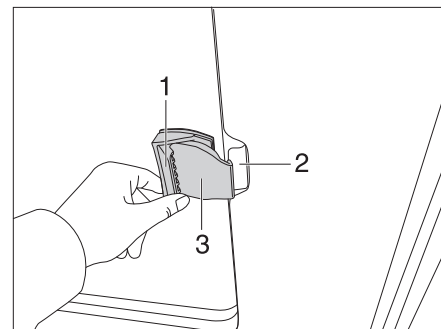

Fig. 55 Fenêtre coulissante sans verrouillage
- Tirer sur le clapet de la poignée (Fig. 55,1) et pousser ou tirer simultanément la poignée vers l'avant.